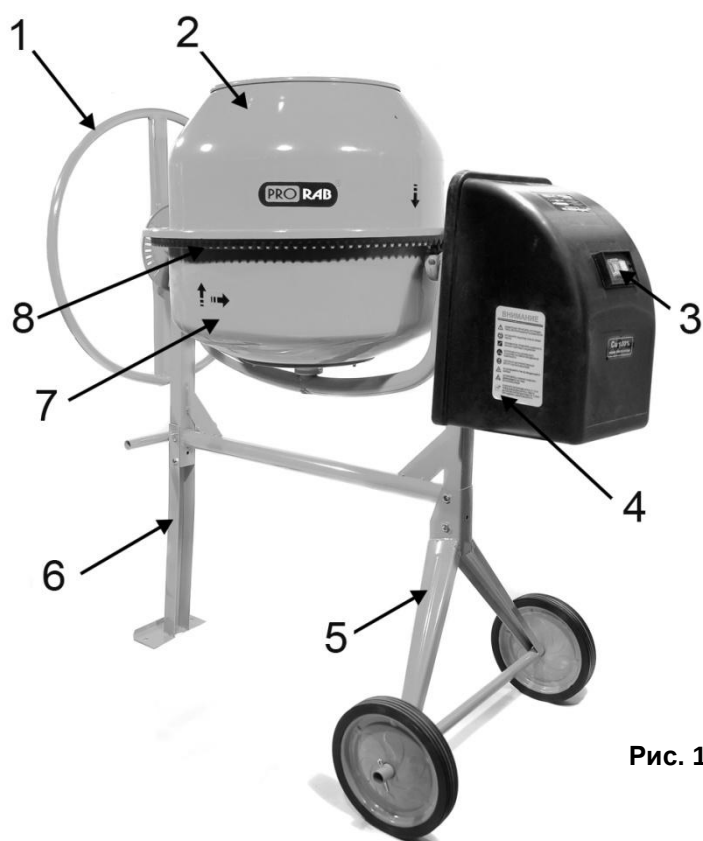

Рис. 1
- Наденьте на стойку оси (5)(См. Рис.1) колеса. И зафиксируйте их с помощью стопоров - шплинтов
- Поместив верхний барабан (2)(См. Рис.1) на обод нижнего барабана (7)(См. Рис.1), убедитесь в совпадении пазов и стрелок, и свободном вращении лопастей внутри барабана.
- Трансмиссия бетоносмесителя закрыта защитным кожухом (4) (См. Рис.1)
2. Нажмите на зеленую кнопку включения (3)(См. Рис.1), расположенную сбоку на защитном кожухе электродвигателя.
3. Для отключения – нажмите на красную кнопку (3)(См. Рис.1).
- Наклон и позиция барабана фиксируется с помощью колеса (1)(См. Рис.1) на боковой его части. Барабан зажимается в определенном положении посредством специального рычага на колесе. Переворачивать барабан можно, если он зафиксирован с помощью ножной педали. Для того, чтобы поставить барабан в фиксированную позицию, ослабьте педаль и вращайте колесо пока положение не зафиксировано.